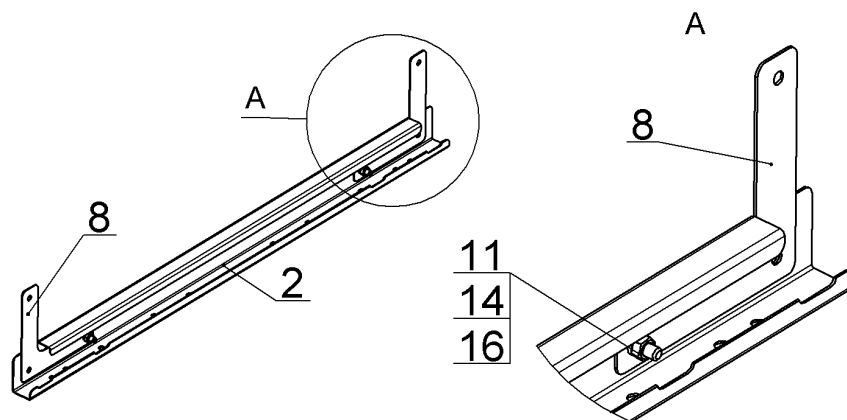
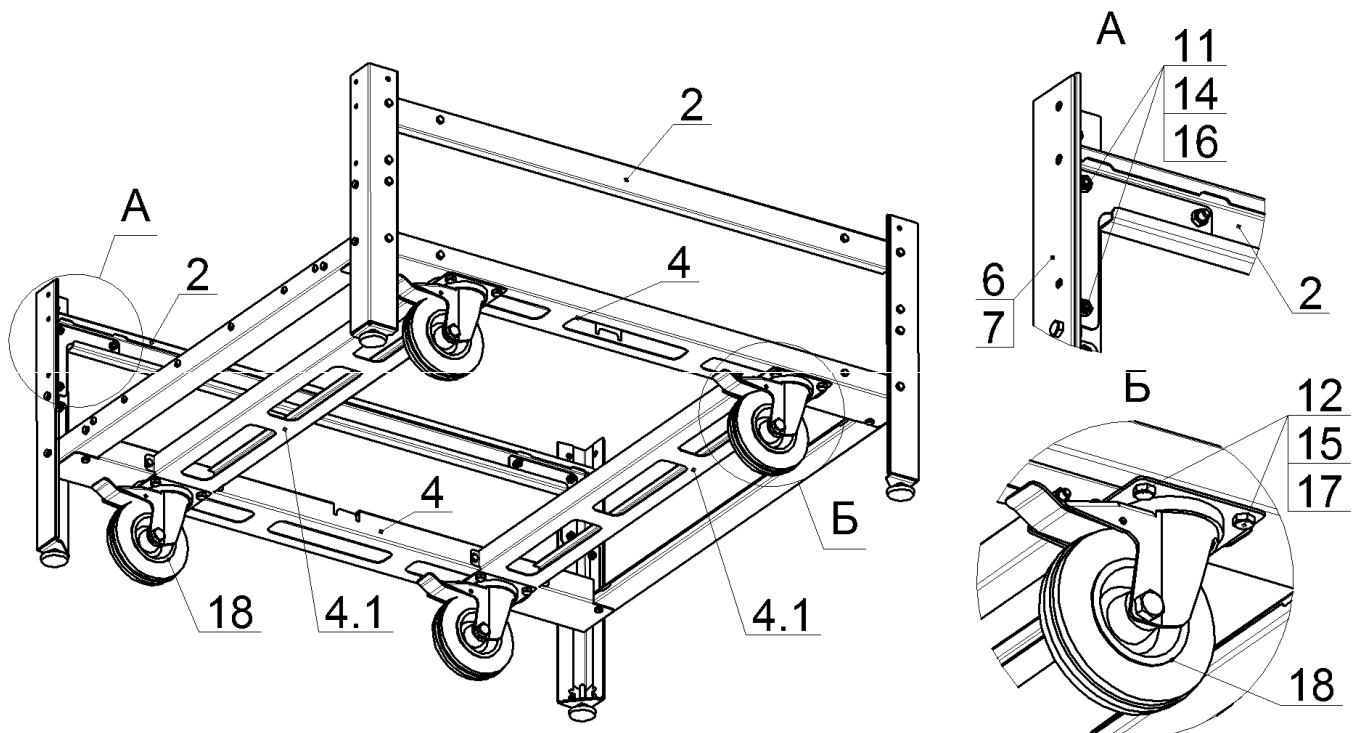

Рис.5
Рис.6
5. Собрать профили боковые верхние, поз.2 (687мм) с угольниками, поз.8 при помощи болтов, гаек и шайб, поз.11, 14 и 16, гайки не затягивать, как показано на рис.5:
6. Закрепить узлы (рис.5) на стойках поз.6 и 7 болтами, гайками и шайбами поз.11, 14 и 16, гайки не затягивать. Закрепить на профилях боковых нижних поз.4 и профилях поперечных, поз.4.1 колёса поворотные поз.18 ботами, гайками и шайбами поз.12, 15 и 17, гайки поз.15 затянуть, как показано на рис.6: